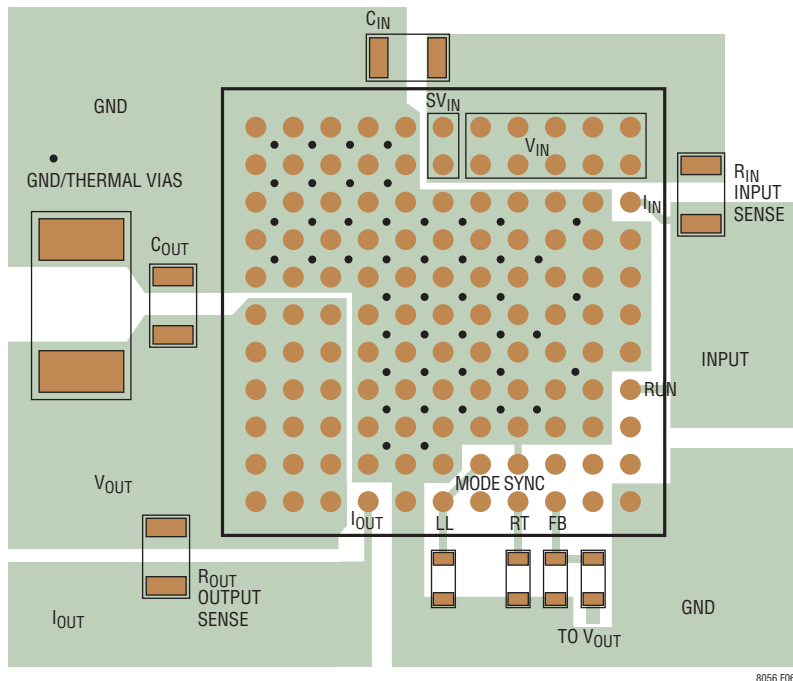

図6. 外付け部品、GNDプレーン、サーマル・ビアの推奨レイアウト
プリント回路基板のレイアウトに関連した困難な問題のほとんどは、LTM8056による高度の集積化によって軽減されるか、解消されました。とはいえ、LTM8056はスイッチング電源なので、EMIを最小限に抑えて正しい動作を保証するには注意を払う必要があります。高度に集積化されていても、レイアウトが無計画だったり不適切だったりすると、規定された動作を実現できないことがあります。推奨レイアウトについては図6を参照してください。接地と放熱に問題がないことを確認します。
8. ビアを使って、GND銅領域をボードの内部グラウンド・プレーンに接続します。これらのGNDビアを多数分散配置して、プリント回路基板の内部プレーンへの十分なグラウンド接続と熱経路の両方を与えます。図6のサーマル・ビアの位置と密度に注意してください。サーマル・ビアは内部の電力処理部品に近接しているので、これらの位置で内部のGNDプレーンに接続するビアによってもたらされる放熱効果により、LTM8056は恩恵を得ることができます。サーマル・ビアの最適個数はプリント回路基板の設計に依存します。たとえば、ある基板では非常に小さなビア孔を使うことがあります。この場合、大きな孔を使う基板に比べて多くのサーマル・ビアを採用します。